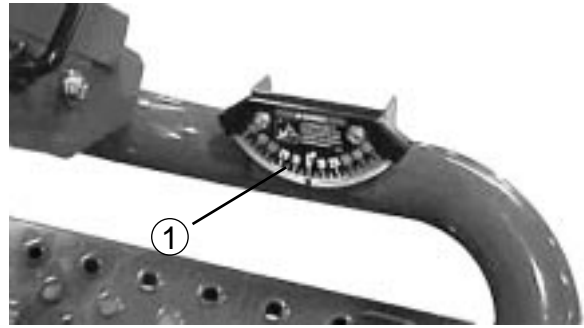

図 8
2. ROPSのそれぞれの側をフランジヘッド・キャップスクリューとロックナット(各2)で固定し(図8)、60 ft-lb (8.3 kg.m) にトルク締めする。